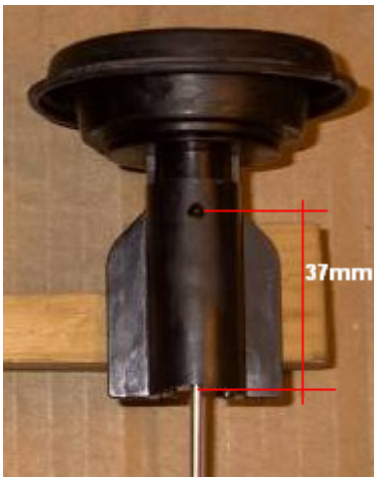

Bild 2
2. In den Gasschiebern müssen 4mm Bohrungen gebohrt werden. 37mm von untern.(Bild 2)